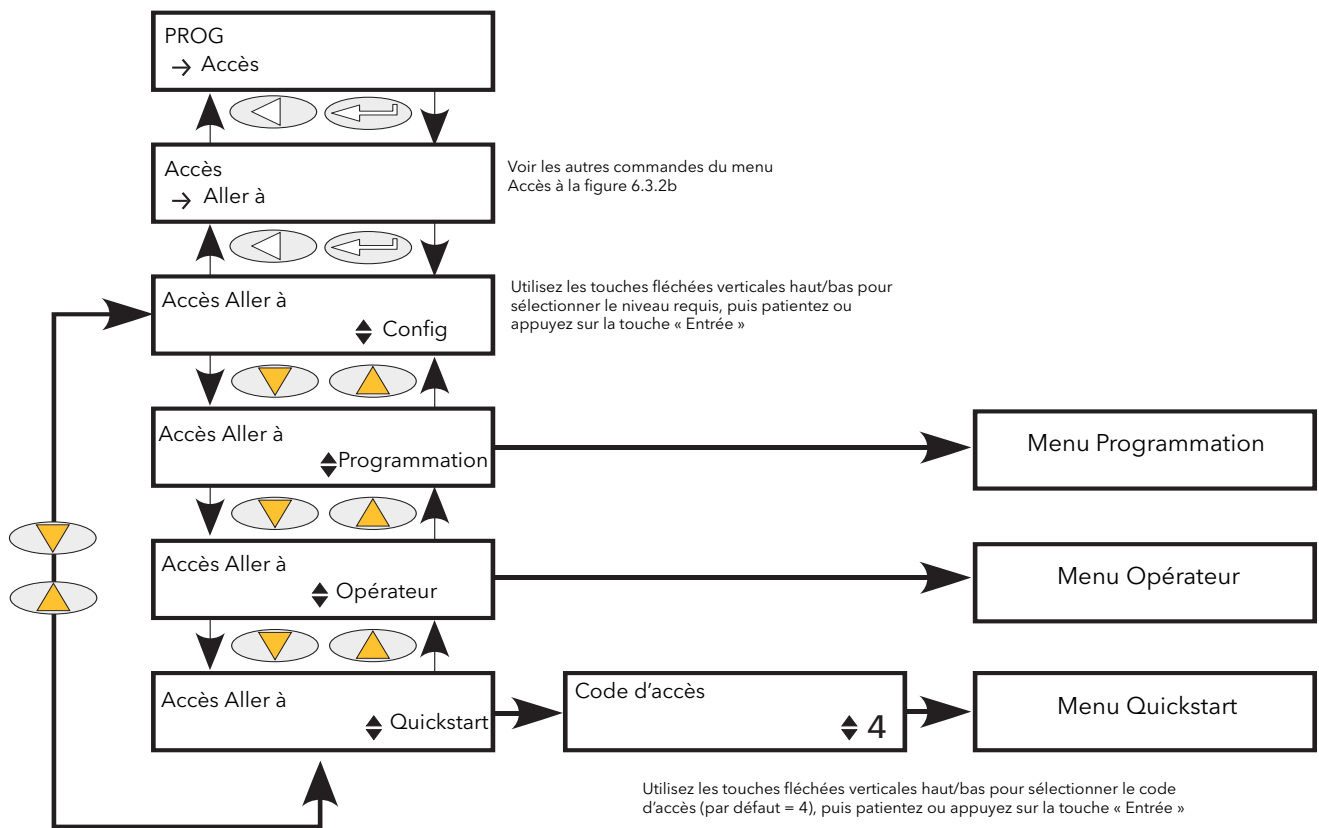

Figure 6.3.2a Menu aller à
1. Quitter le menu du niveau Configuration et d'accéder à un autre niveau. Les menus des niveaux Opérateur et Programmation ne nécessitent aucun code d'accès parce que leur niveau de sécurité est inférieur à celui de Configuration. (La figure 6.3.2a montre la structure du menu.)